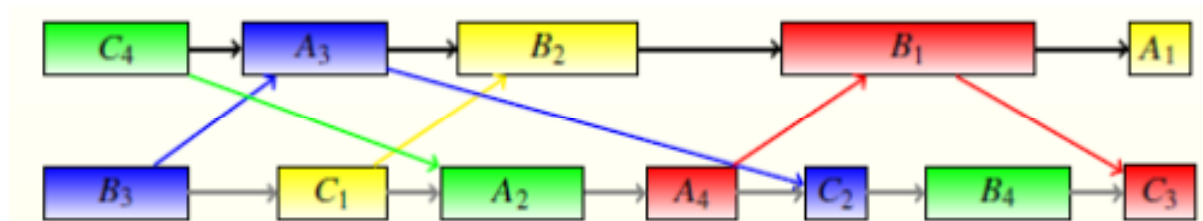

Figure 2. Solution d'un problème d'open-shop multi-ressources et ressources polyvalentes.
**Exemple.** Sur l'exemple précédent, supposons qu'il y ait 2 ressources polyvalentes (1 ressource noire et 1 ressource grise). Une solution est alors fournie sur la figure 2 dans laquelle :